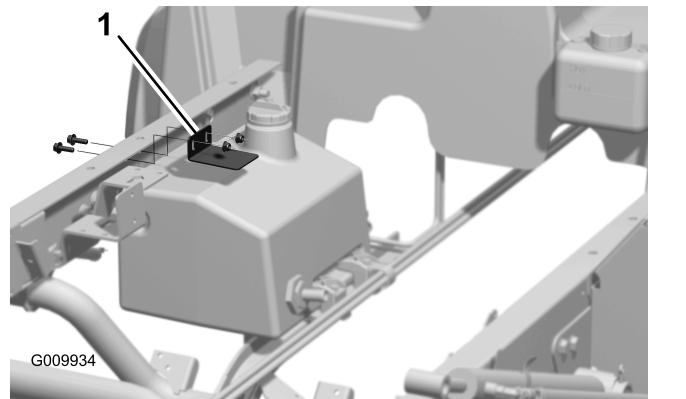

Figura 10
4. Montate, senza serrarlo, il blocco serbatoio sul canale di sinistra del telaio con 2 viti a testa flangiata (5/16" x 1") e 2 dadi flangiati (5/16"), come illustrato nella Figura 10.